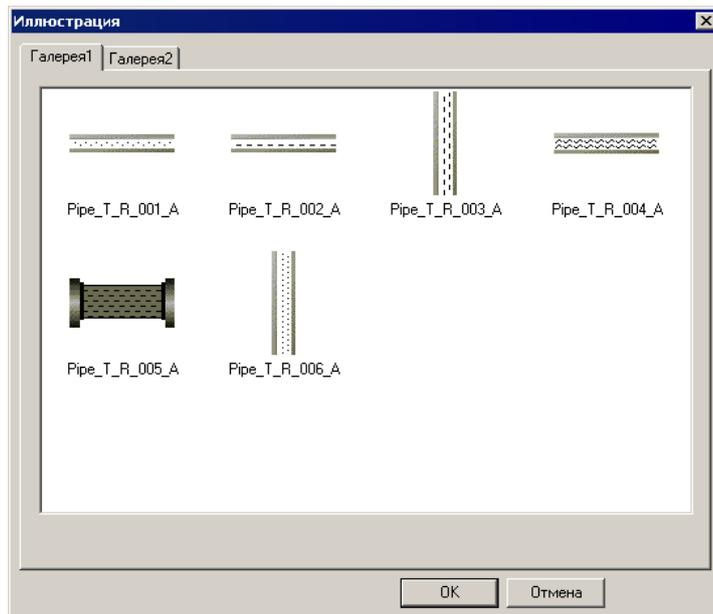

Рисунок 171
- 2) Нажать кнопку «Изменить». Откроется окно «Иллюстрация» (см. рис. 171).